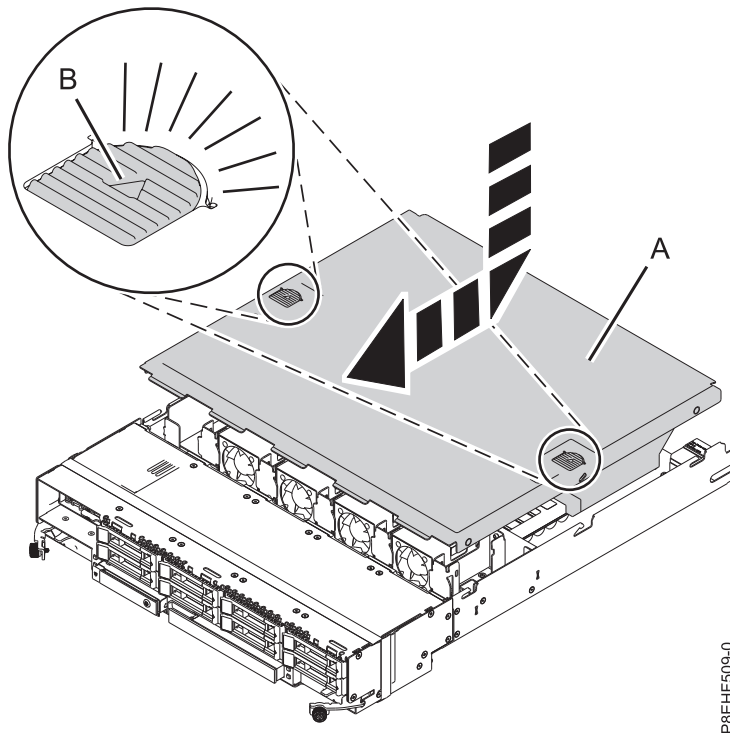

Abbildung 12. Abdeckung der RAID-Baugruppe wieder einsetzen
3. Schieben Sie die Abdeckung (A) der RAID-Baugruppe in die Richtung, die in Abb. 12 abgebildet ist, bis die Verriegelungen (B) einrasten.